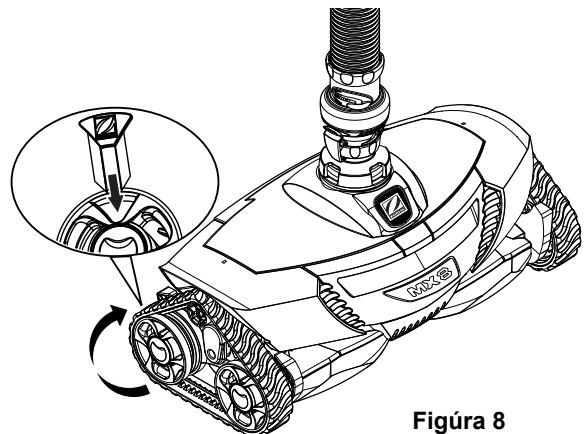

Figura 8
4. Ubique el indicador amarillo de velocidad de las ruedas en la rueda derecha trasera (Figura 8).